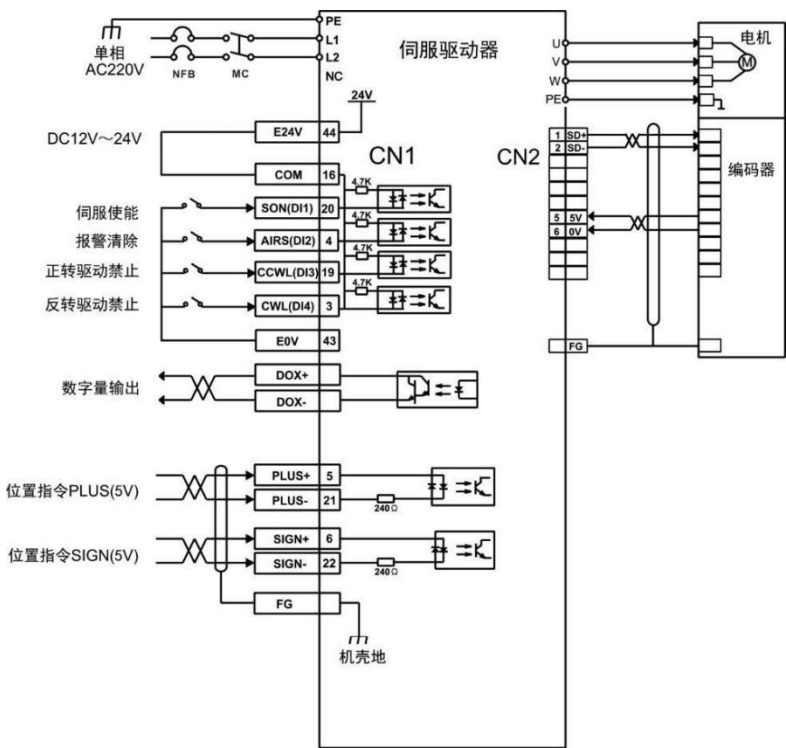

图5.2 位置模式接线图
- 3) 参考图5.2配线说明连接CN1端子中的脉冲方向输入和脉冲指令输入以及所需的DI/DO信号，如伺服使能，报警清除，定位完成信号等。